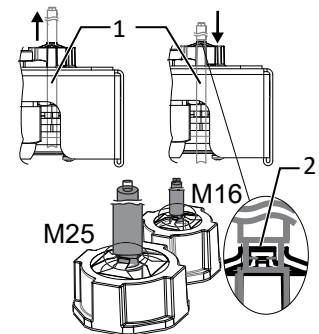

Abb. 41: Schirmauflage an EMV-Verschraubung
1. Leitungen (1) auf Zug-/Druckfreiheit durch vollständiges Öffnen und Schließen der Türe prüfen.
2. Position zur Schirmauflage am Klemmkäfig (2) der EMV-Verschraubungen kennzeichnen.
4. Leitungen auf Schirmstelle zurückziehen bis Schirmung durch Klemmkäfig vollständig erfolgt und ein Verschieben des Anschlusskabels ausgeschlossen ist. [Siehe Abbildung 41 ▶ Seite 34]